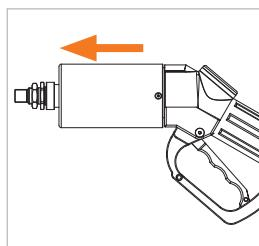

Figure 10
- ▶ Insérez le nozzle de ravitaillement dans le réceptacle du véhicule jusqu'en butée et maintenez le nozzle dans cette position (position OFF) (*Figure 10*).